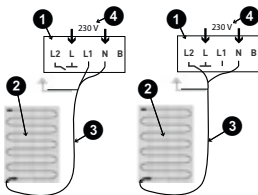

Fig. 4 : Sèche-serviettes
- ❶ Thermostat (dans une boîte d'encastrement)
- ❷ natte chauffante
- ❸ Câble de raccordement de la natte chauffante (bleu = N, noir = L1 / L2, jaune/vert = terre)
- ❹ Vers le répartiteur électrique
- ❺ Sonde de plancher externe
(1) Procéder au branchement en tenant compte des instructions à l'arrière du thermostat (voir Fig. 4 & 5).